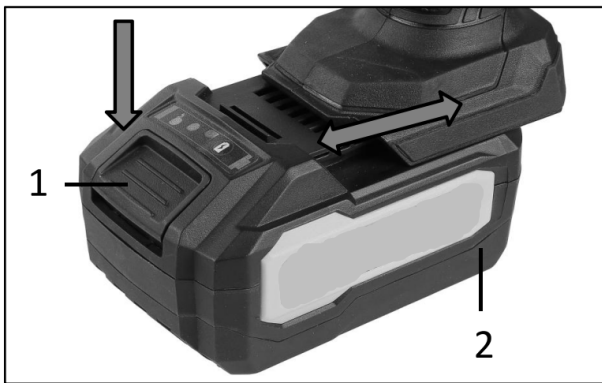

Рисунок 2. Схема під'єднання (від'єднання) акумуляторної батареї.
1. Перед під'єднанням та від'єднанням акумуляторної батареї (2, рис. 2) завжди блокувати пускову клавішу вмикання виробу кнопкою блокування.
2. Для під'єднання акумуляторної батареї до виробу сполучити виступи на акумуляторі із пазами на корпусі виробу, і з невеликим зусиллям посунути акумулятор у напрямку стрілки (рис. 2) до появи характерного звуку спрацьовування фіксатора. Не рекомендовано докладати надмірних зусиль під час встановлення акумулятора. Якщо акумуляторна батарея під'єднується із зусиллям, це означає, що встановлення здійснюється неправильно або в пази корпусу потрапив сторонній предмет.
3. Щоб від'єднати акумуляторну батарею, злегка натиснути на кнопку фіксації батареї (1, рис. 2) та, не відпускаючи кнопку, із невеликим зусиллям потягнути акумулятор у напрямку стрілки (рис. 2), щоб вийняти його із корпусу виробу.